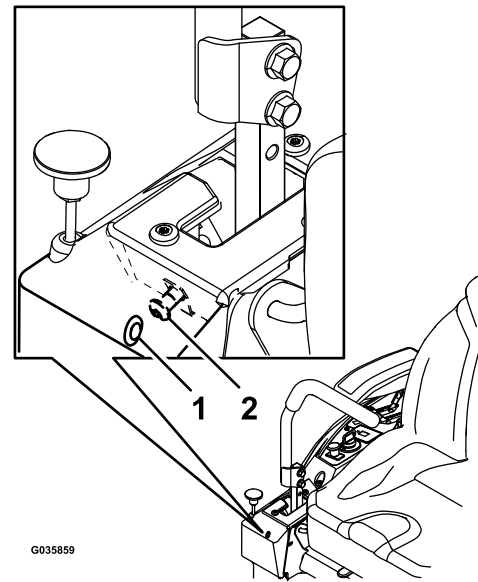

Figura 69
6. Si la máquina se desvía hacia la derecha, inserte una llave hexagonal de 3/16" a través del taladro de acceso en el panel de la cubierta delantera derecha, y gire el tornillo de dirección en el sentido de las agujas del reloj o en sentido contrario a las agujas del reloj para ajustar el desplazamiento de la palanca (Figura 69).
7. Si la máquina se desvía hacia la izquierda, inserte una llave hexagonal de 3/16" a través del taladro de acceso en el panel de la cubierta delantera derecha, y gire el tornillo de dirección en el sentido de las agujas del reloj o en sentido contrario a las agujas del reloj para ajustar el desplazamiento de la palanca (Figura 69).